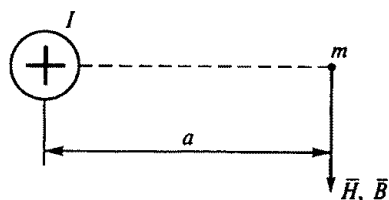

Рис. 54
2.29. Какая из приведенных формул для определения магнитной индукции B и напряженности магнитного поля H в точке m , находящейся на расстоянии a от центра проводника (рис. 54), правильная?